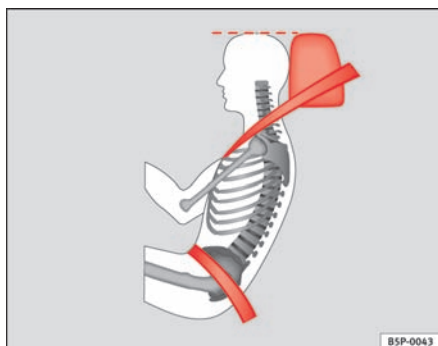

Fig. 14 Korrekt placering af sikkerhedssele og hovedstøtte set fra siden
- Sikkerhedsselels hoftedel skal sidde hen over hofterne og aldrig hen over maven. Sikkerhedssele skal sidde fladt og tæt ind til hofterne ⇒ side 25, fig. 14. Stram selv sele lidt, hvis det er nødvendigt.